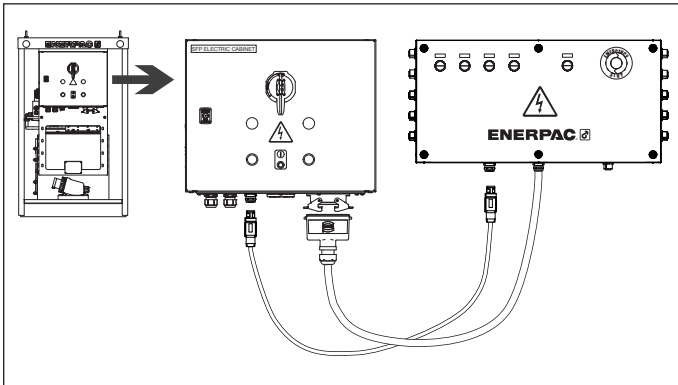

Abbildung 10, Elektrischer Anschluss von SFPKSS8 und SFP-Schaltschrank
3. Trennen Sie die Fernbedienung von SFP-Pumpe und schließen Sie SFPKSS4 oder SFPKSS8 mit dem CBM-Kabel an denselben Stecker an. Für ein Anschlussschema siehe Abbildung 10.